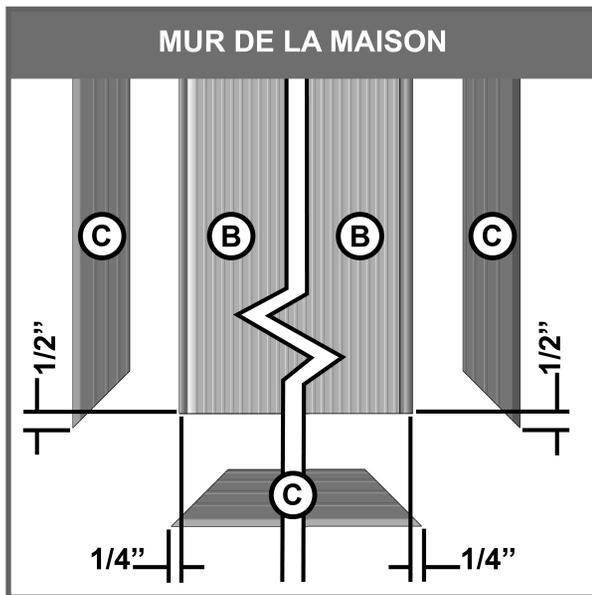

FIGURE 8
- Découper les moulures de nez "C", perpendiculaires au mur, en ajoutant 1/2" à la mesure de la planche "B". (figure8)
- Effectuer une découpe à 90 degrés au mur et une découpe à 45 degrés vers l'intérieur du balcon à l'autre extrémité. (figure8)
- Découper la moulure de nez "C" de façade, parallèle au mur, en ajoutant 1/2" à la mesure de largeur du plancher. (figure8)
- Effectuer deux coupes à angle de 45 degrés vers l'intérieur du balcon. (figure8)